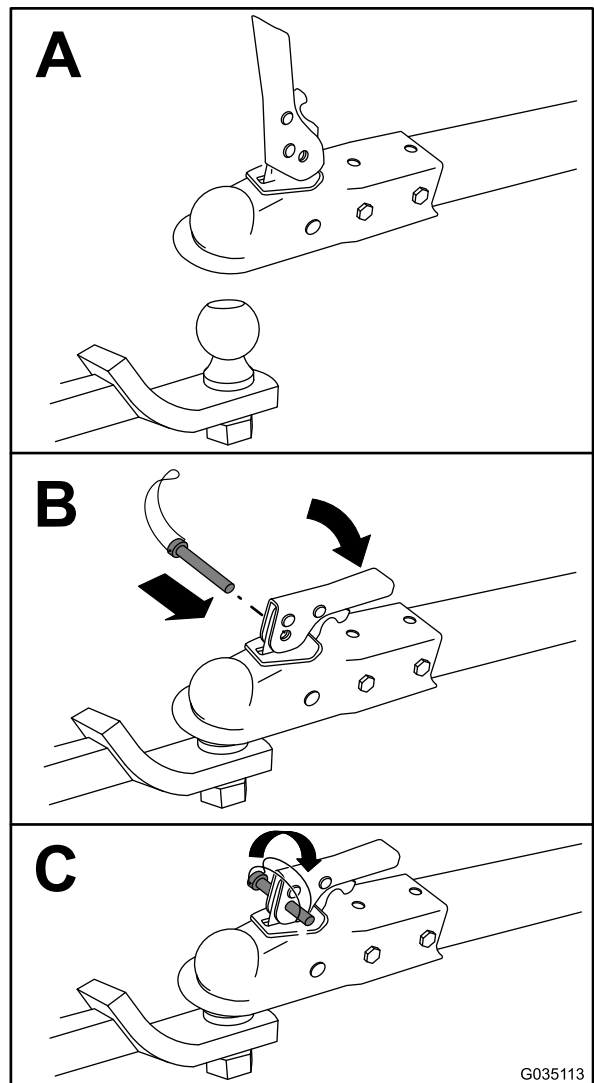

Figure 15
7. Attendez la machine comme montré à la Figure 15.